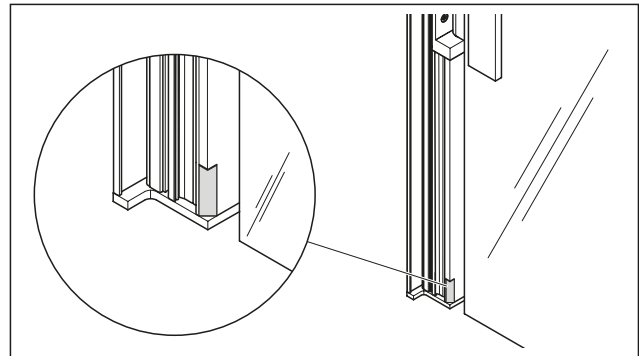

Abb. 7 Ein vorbereitetes Deckprofil der Zarge mit Ausfräsung an der Nebenschließkante bei geöffneter Tür
4. Prüfen, ob das untere Deckprofil eine Ausfräsung aufweist (Abb. 7).
Das untere Deckprofil muss eine Ausfräsung aufweisen, damit die Absenkdichtung ausgelöst werden kann (Abb. 7).
3. Das untere Deckprofil der Zarge unter dem Türband durch das vorbereitete Deckprofil (vgl. Abb. 7) der Zarge ersetzen.